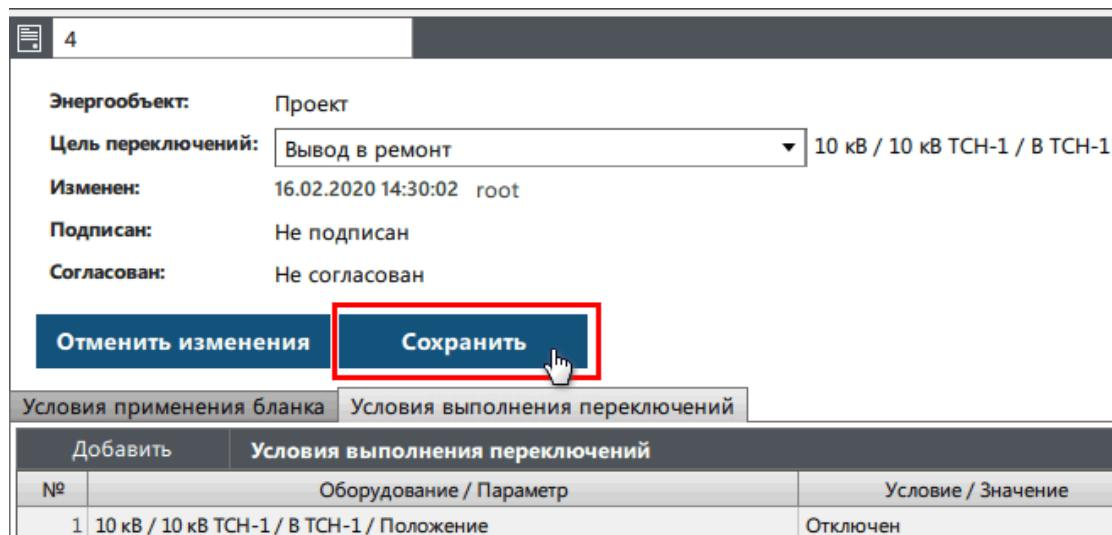

Рисунок 133 - Сохранение бланка
9. Проверьте бланк и нажмите **Сохранить** (Рисунок 133).